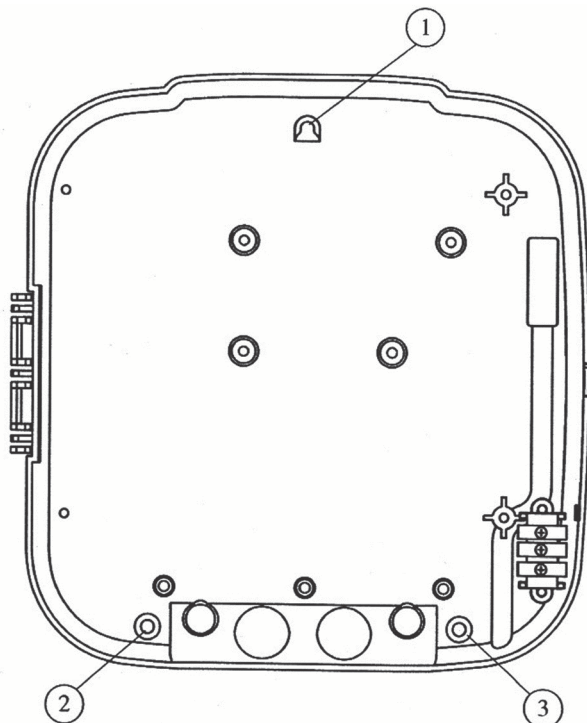

Rysunek 3. Panelu sterowania nie należy umieszczać w ścianie
- Panelu sterowania nie należy umieszczać w ścianie. Patrz rysunek 3.